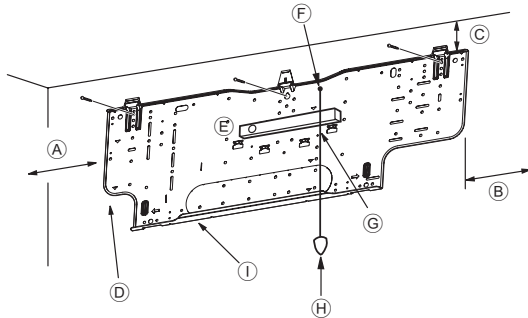
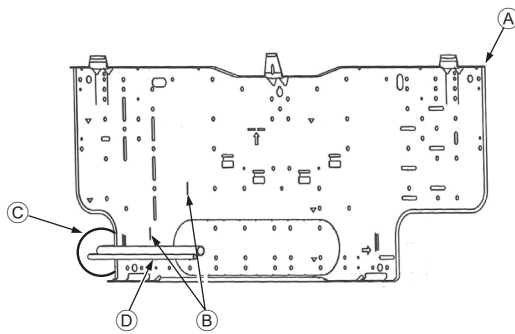

Fig. 3-4
Fig. 3-5
■ PKA-A-HA(L) (Fig. 3-4)
- D Tornillos de fijación (4 × 35 mm, 1-3/8 inch) ②
- I Placa de montaje ①
3.3. Cuando coloque los tubos en la pared (Fig. 3-5)
- A Placa de montaje ①